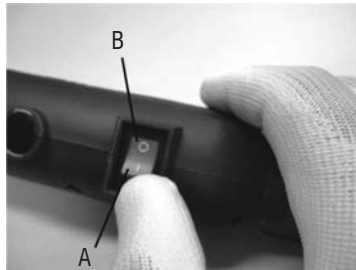

Fig. 5 – Interruptor de acionamento
Para ligar a ferramenta, aperte o botão de acionamento na posição (A) e para desligar, aperte o botão na posição (B). Conforme indicado na fig. 5